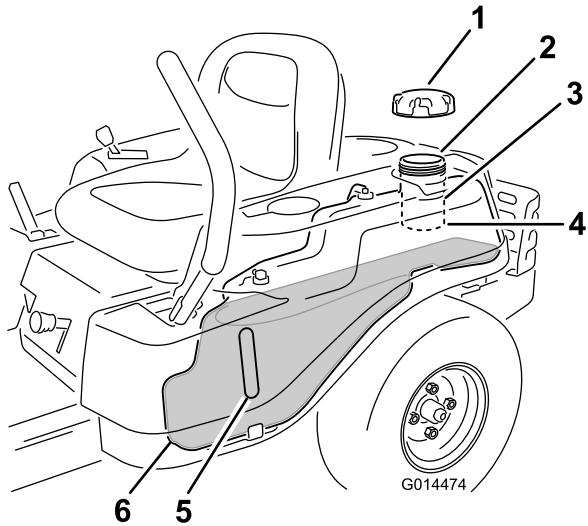

Figura 9
Nota: Pode utilizar a janela do combustível para verificar a presença de gasolina antes de encher o depósito (Figura 9).
2. Lentamente adicione gasolina até o combustível chegar à base do tubo de enchimento (Figura 9).